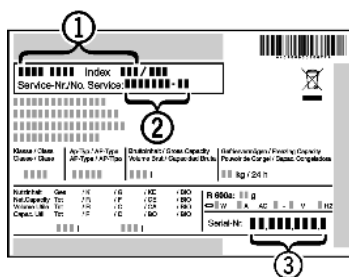

Fig. 10
- ▶ Z typového štítku odčítajte označenie zariadenia Fig. 10 (1), servisné č. Fig. 10 (2) a sériové č. Fig. 10 (3). Typový štítek je na ľavej vnútornej strane zariadenia.
- ▶ Upovedomte zákaznícky servis a oznámte chybu, označenie zariadenia Fig. 10 (1), servisné č. Fig. 10 (2) a sériové č. Fig. 10 (3).